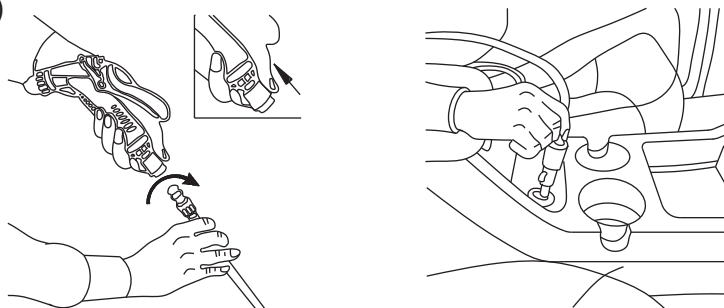

Рис.3
3. Соедините шланг высокого давления со штуцером пистолета-распылителя, аналогично, - поворотом слева направо, затем вставьте штекер в гнездо прикуривателя автомобиля. - (рис.3)